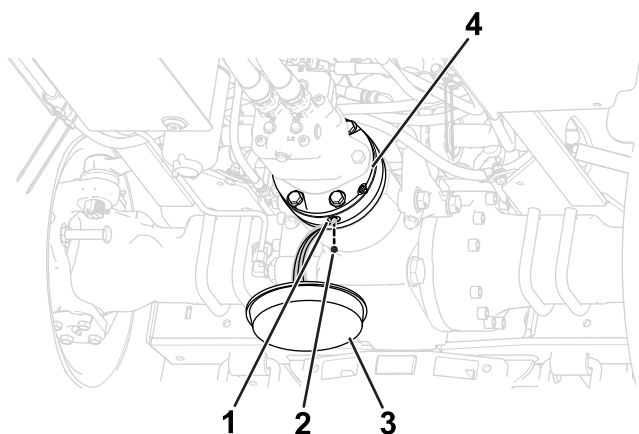

Figure 105
1. Placez un bac de vidange sous le frein hydraulique (Figure 105).
- Retirez le bouchon de vidange de l'orifice de vidange (Figure 105).
- Remettez le bouchon dans l'orifice de vidange (Figure 105).